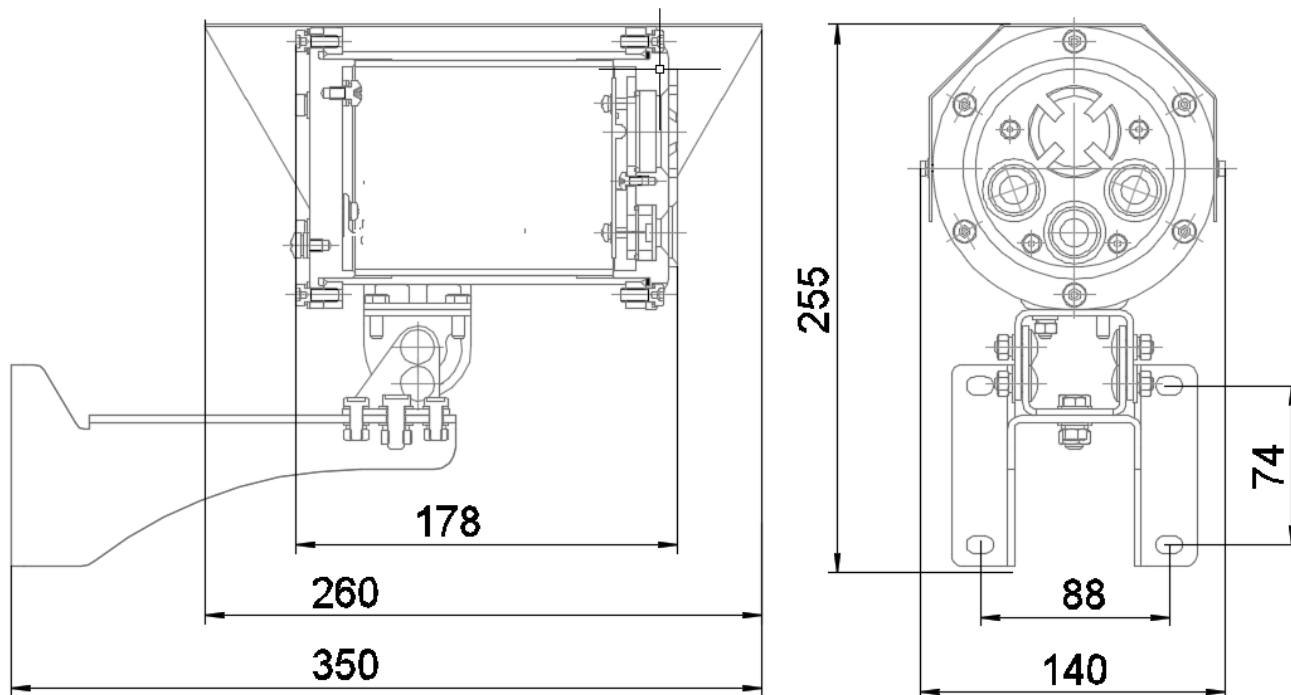

Рисунок 1 – Габаритные размеры извещателя Спектрон-801-Exd-M/H-A-HART
- определить место установки и разметить место крепления, рис. 1 и 2;